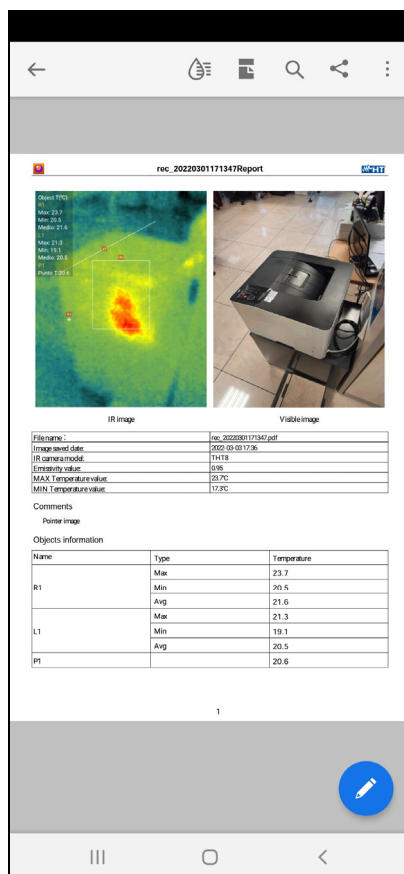

Fig. 13: Visualização de relatório PDF
5. O relatório PDF é criado e guardado automaticamente na pasta "DCIM/Report\_pdf" do dispositivo móvel ligado, como mostrado na Fig. 13.